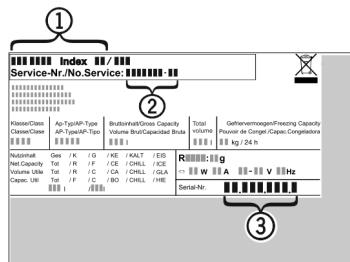

Fig. 7
- ▶ Z typového štítku odčítajte označenie zariadenia Fig. 7 (1), servisné č. Fig. 7 (2) a sériové č. Fig. 7 (3). Typový štítek je na ľavej vnútornnej strane zariadenia.
- ▶ Upovedomte zákaznícky servis a oznámte chybu, označenie zariadenia Fig. 7 (1), servisné č. Fig. 7 (2) a sériové č. Fig. 7 (3).